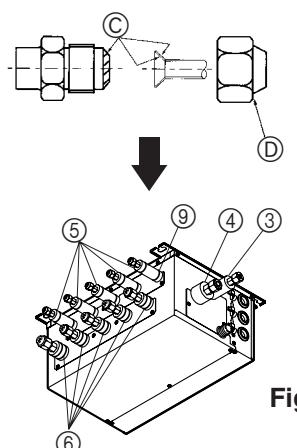

Fig. 7-2
⑤ Påfør kølemiddelloft på hele overfladen (Fig. 7-2) af det koniske sæde.
⑥ Anvend de koniske møtrikker, der er monteret på huset (almindeligt tilgængelige koniske møtrikker kan revne).